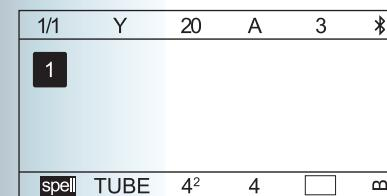

Рисунок 4.1-3
- 3) Нажмите клавиши **[←]/[→]** для выбора размера трубы после установки. Нажмите клавишу **[Enter]**, чтобы войти в режим ввода, где можно редактировать содержимое. (Рис. 4.1-3)